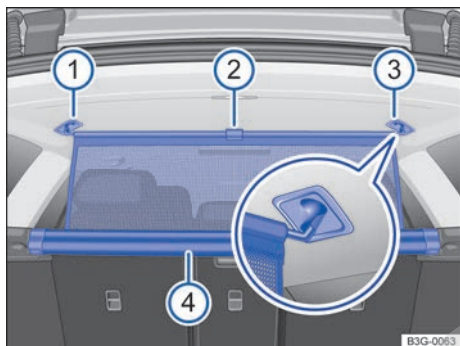

Fig. 240 En el maletero: enganchar la red de separación.
- Tire hacia arriba de la lengüeta → fig. 240 ② para sacar la red de separación de la carcasa ④.
- Enganche la red en el lado derecho → fig. 240 ③ (imagen ampliada).
- Enganche la red en el alojamiento del lado izquierdo → fig. 240 ① comprimiendo la barra transversal.
La red de separación está correctamente montada cuando los extremos en forma de T están enganchados fijamente en los alojamientos correspondientes → fig. 240 ③ y ①.
- Desenganche la barra transversal de los alojamientos → fig. 240 ③ y ①.
- Enrolle la red en la carcasa → fig. 240 ④ guiándola hacia abajo del todo con la mano.